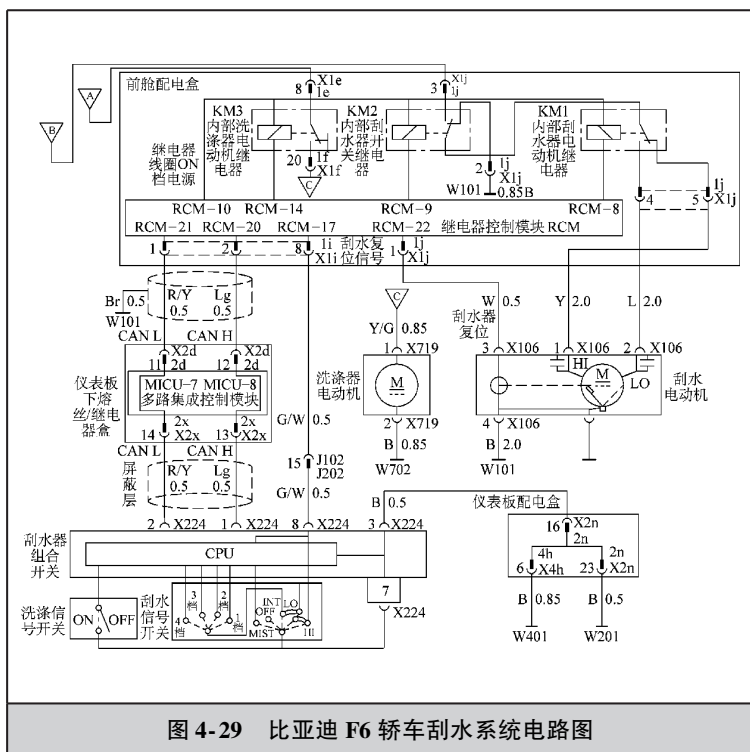

图 4-29 比亚迪 F6 轿车刮水系统电路图
(1) 故障现象 一辆 2009 年生产的比亚迪 1.8L MT 豪华型 F6 轿车，行驶里程约 6000km，出现刮水系统无间歇档，而其他档位工作正常的故障。
(2) 刮水系统电路分析 比亚迪 F6 轿车刮水系统电路图如图 4-29 所示。该刮水系统采用 CAN 通信技术，与普通刮水电路的控制方式有区别，因此，首先对该车刮水系统的电路进行简单分析。轿车刮水组合开关如图 4-30 所示，共有 5 个档位，即高速档（HI）、低速档（LO）、间歇档（INT）、关闭档（OFF）以及点动档（MIST）。未使用时停在 OFF 档位，只有在点火开关接通时，才能有效使用刮水器。